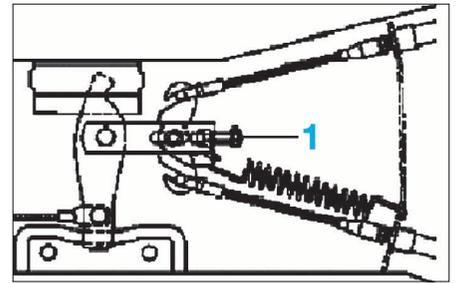

FIG. 7
- Détendre les câbles de frein de stationnement desserrer la vis (1) (Fig.7).